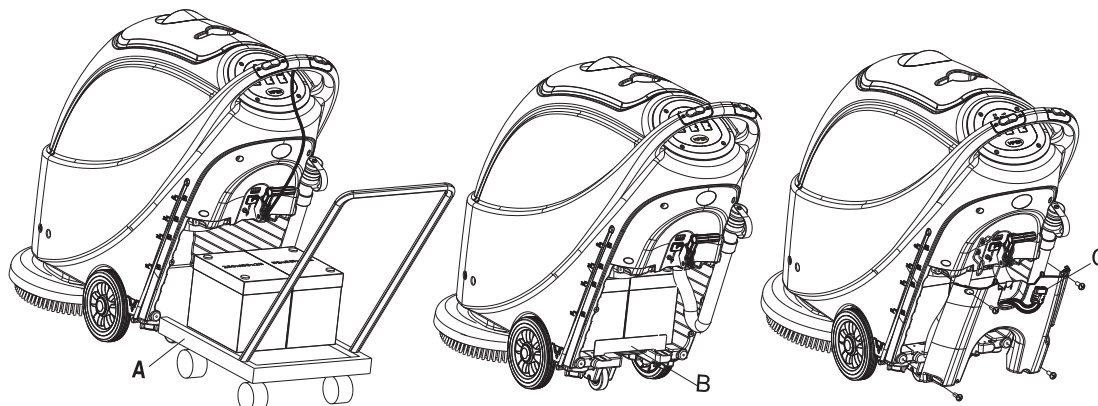

FIGURE 7
14. Installez la batterie en utilisant les outils spécialement prévus à cet effet (A, Figure 7). Une fois la batterie en place, enlevez l'outil et placez le support de fixation de la batterie (B, Figure 7).
15. Passez le connecteur de batterie (C, Figure 7) par le trou situé en haut du couvercle du logement des batteries, passez le tuyau de vidange par le trou droit du couvercle, fixez le couvercle à l'aide des 4 vis puis installez successivement le câble de relevage de la raclette, le tuyau de vidange et la raclette.